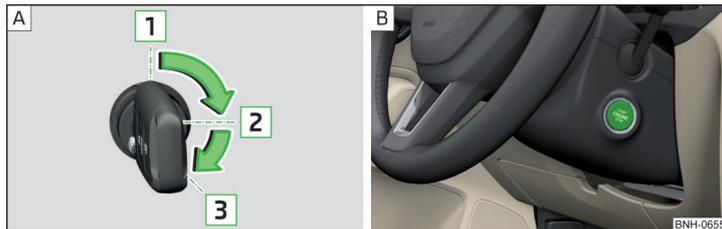

Fig. 104 Posicionamiento de la llave del vehículo en el contacto / Botón de inicio
» fig. 104 - A
➤ Presionar el botón » fig. 104 - B, el encendido es conectado/desconectado.
- En vehículos con **cerradura de encendido**, girar la llave en la posición **3** » fig. 104 de la pág. 90 - A, se realiza el proceso de inicio. Luego suelte la llave, el motor arranca automáticamente.
- En vehículos con **botón de inicio**, presionar brevemente el botón » fig. 104 de la pág. 90 - B, el motor arranca automáticamente.
- En vehículos con **cerradura de encendido**, girar la llave en la posición **1** » fig. 104 de la pág. 90 - A.
- En vehículos con **botón de inicio**, presionar el botón » fig. 104 de la pág. 90 - B, el motor y el encendido son desconectados al mismo tiempo.
➤ Mantener presionado el botón » fig. 104 de la pág. 90 -  o presionarlo dos veces dentro de 1 segundo.